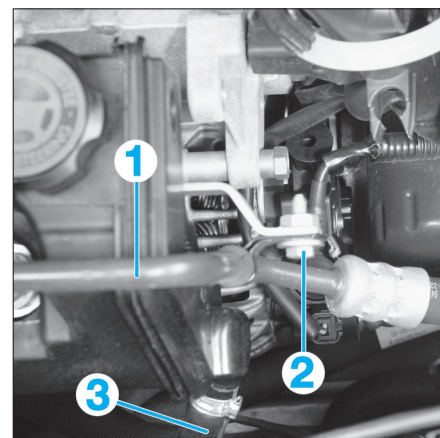
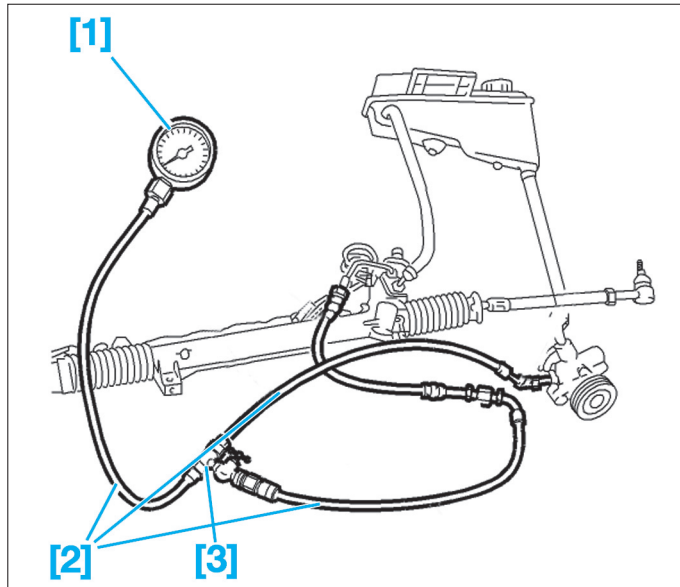

FIG. 17
FIG. 19
- Déposer (Fig.17) :
- le raccord de la canalisation haute pression (1) sur la pompe,
- la vis (2),
- la durit (3).
- [1] Manomètre d'huile (gradué jusqu'à 150 bars) (Fig.19).
- Débrancher la canalisation haute pression (1) de la pompe (Fig.17) et raccorder en dérivation un manomètre muni d'une vanne de fermeture (Fig.19).